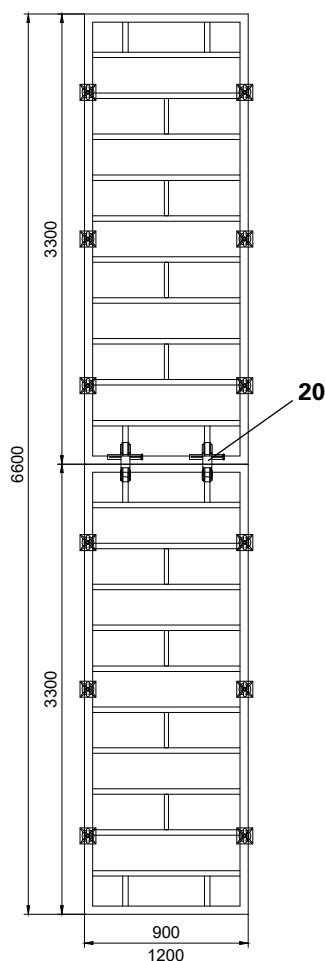

Рис. 87
При наращенных единицах высотой $h > 5,40$ м стыки элементов выполняются с помощью выпрямляющих замков типа BFD (20) (Рис. 87, 88)